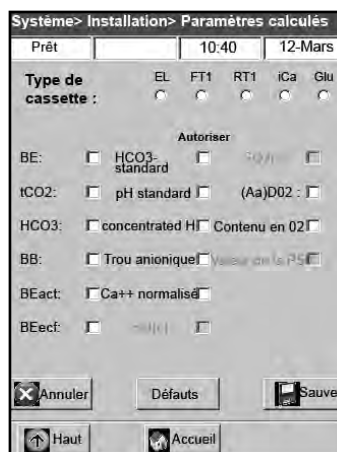

Figure H-13 : Écran "Système> Configuration> Paramètres calculés"
4. Sélectionnez le type de cassette utilisé (Figure H-13).
REMARQUE : Chaque type de cassette peut comporter des paramètres calculés différents. À la Figure H-13, tous les paramètres disponibles sont affichés. À la sélection du type de cassette (par ex. , EI–Électrolytes), les paramètres spécifiques de cette cassette sont affichés.